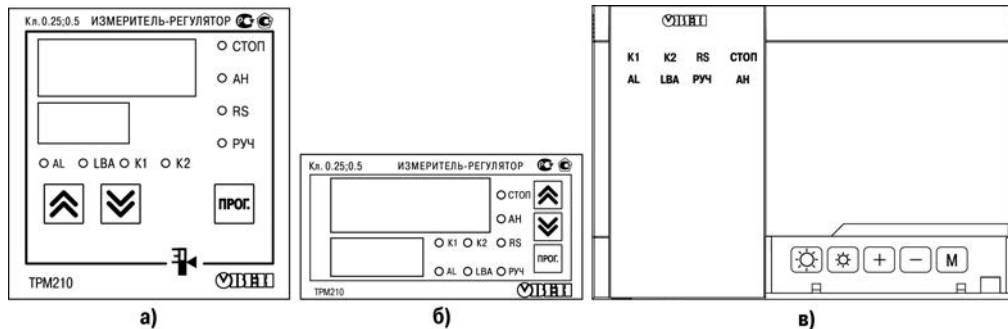

Рисунок 3.1
3.1.1.2 Все элементы прибора размещены на двух печатных платах. На лицевой панели расположены клавиатура управления прибором, цифровой индикатор и светодиоды (см. рисунок 3.1), на задней, силовая и измерительная части, а также присоединительный клеммник.